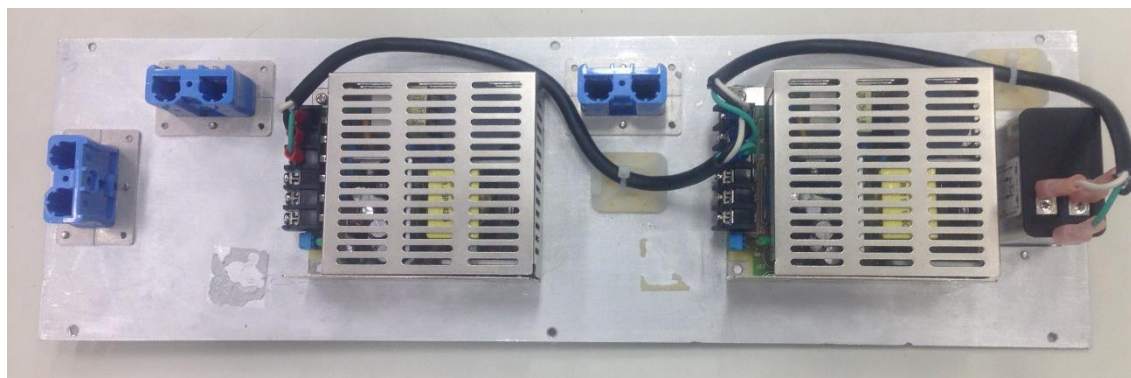

Figura 19 - Montagem do cabo de alimentação dos conversores AC/DC
4.3.4 Instalar cabo de alimentação para conversores AC/DC, conforme mostrado na Figura 19. Prendê-lo aos fixadores autoadesivos usando cintas Hellermann. A Tabela 2 mostra a relação de conexões em função das cores